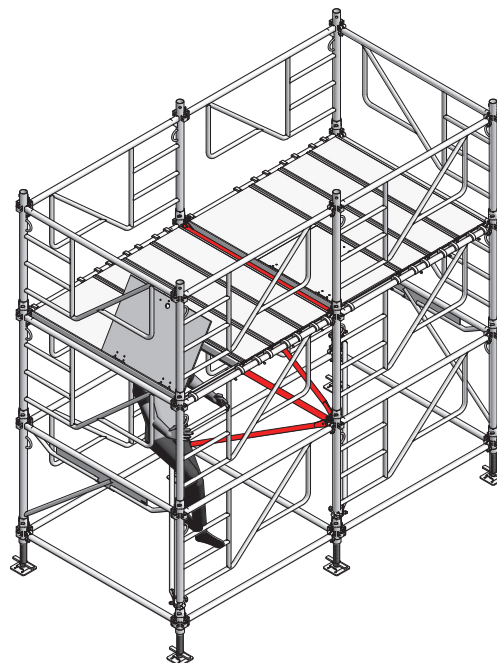

Fig. 19.2
20. Se rendre au niveau 2 (Fig. 19.2).